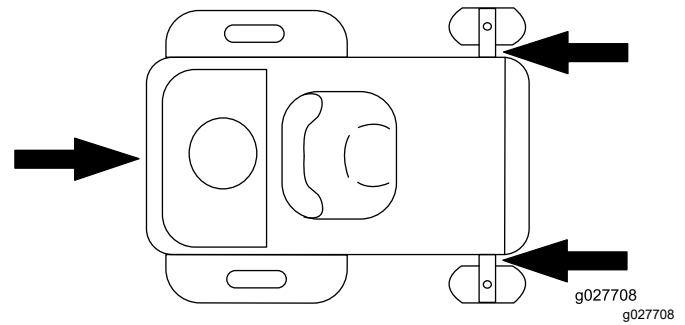

Figura 33
6. Ancorate la macchina in prossimità delle ruote orientabili anteriori e del telaio posteriore con cinghie, catene, cavi o corde (Figura 33). Fate riferimento alle normative locali per i requisiti di ancoraggio.